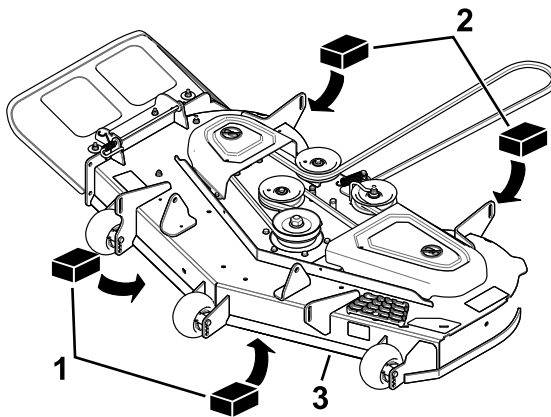

Figura 65
3. Coloque dos bloques de 6.6 cm (2⁵/₈" de grosor debajo de cada lado del borde delantero de la carcasa, pero no debajo de los soportes de los rodillos protectores del césped (Figura 65).
4. Coloque dos bloques de 7.3 cm (2⁷/₈" de grosor debajo del borde trasero del faldón de la carcasa de corte, uno en cada lado de la carcasa de corte (Figura 65).